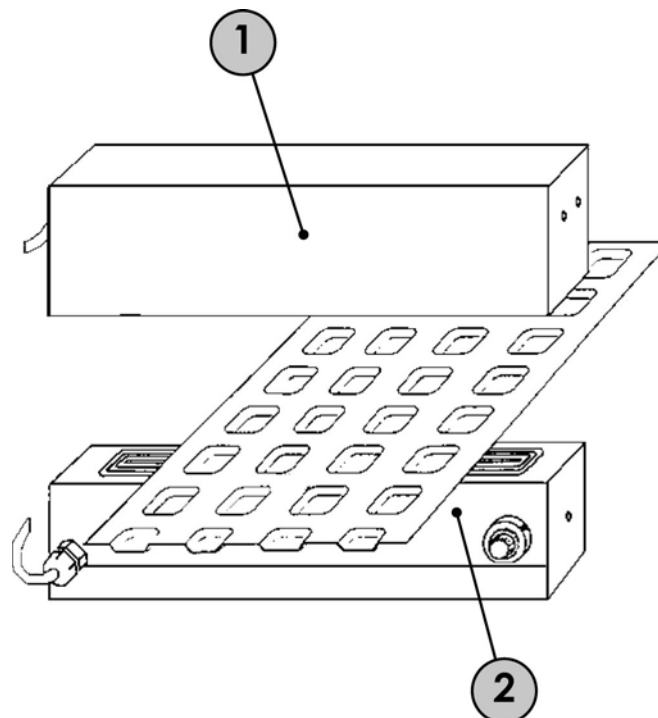

Fig. 1
- L'illuminatore (Fig. 1 – Rif. 1)
- Il ricevitore (Fig. 1 – Rif. 2)